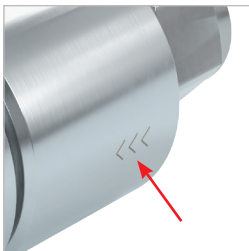

Abbildung 1
- ▶ Beachten Sie die Durchflussrichtung – die Durchflussrichtung ist auf dem Rückschlagventil aufgraviert (siehe *Abbildung 1*).